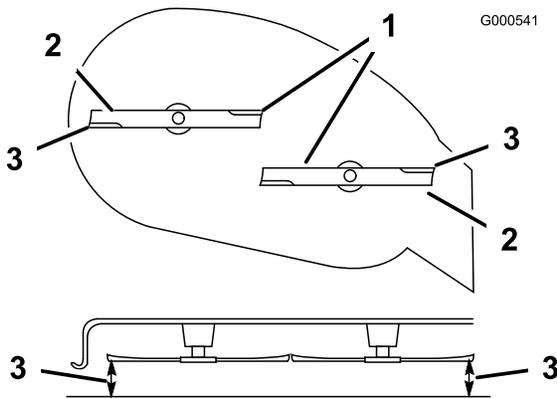

Bild 42
5. Drehen Sie die Schnittmesser vorsichtig von einer Seite zur anderen (Bild 42). Wenn beide Messwerte nicht innerhalb von 5 mm liegen, ist eine Einstellung erforderlich. Machen Sie mit diesen Schritten weiter.
6. Messen Sie den Abstand zwischen den äußeren Schnittkanten und der ebenen Oberfläche (Bild 42). Wenn beide Messwerte nicht innerhalb von 5 mm liegen, ist eine Einstellung erforderlich. Machen Sie mit diesen Schritten weiter.